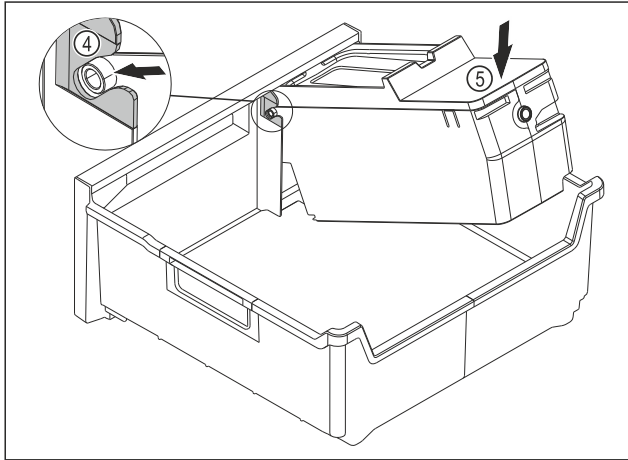

Fig. 187
- ▶ Montering af EasyTwist-Ice-legemet: Skub EasyTwist-Ice-legemets akser ind i føringerne Fig. 187 (4).
- ▶ Tryk EasyTwist-Ice-legemet Fig. 187 (5) ned bagtil.